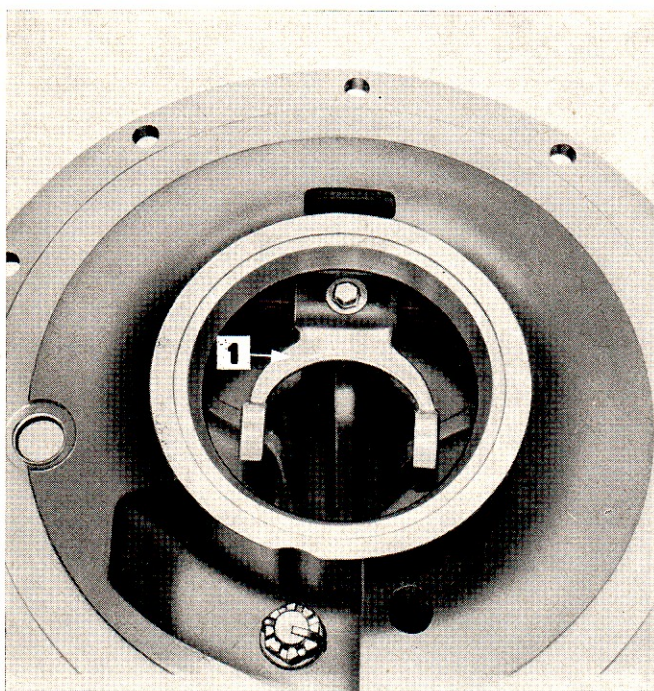

Figure 21: Fourchette de commande
5. Extraire de la trompette droite la fourchette de commande du blocage de différentiel et son arbre (Figure 21).